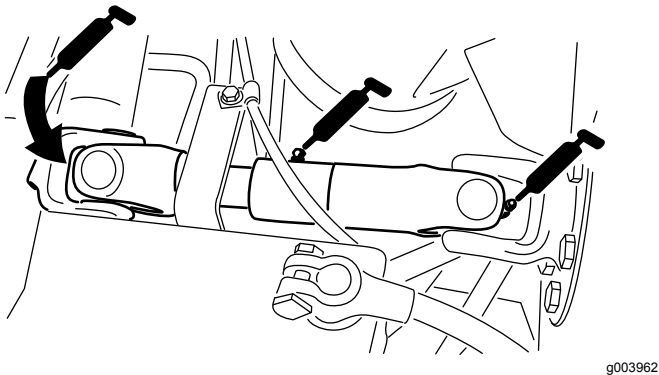

Figura 27
- Giunto ad U del semiasse fra motore e pompa (3)—Figura 27